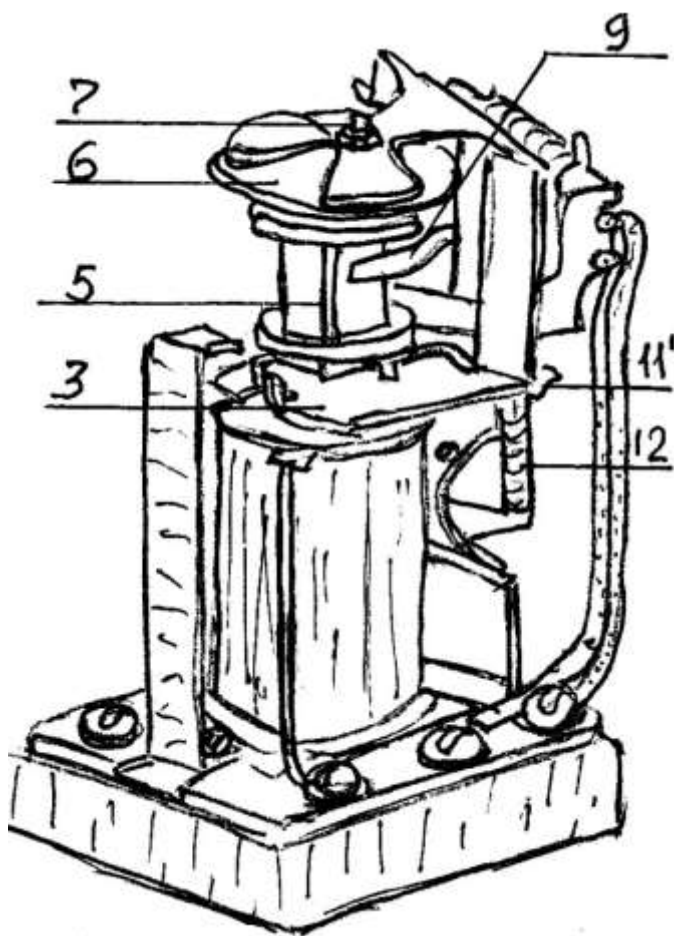

Рис.2
1. Для обеспечения свободного и четкого выпадения флажок (6) (Рис.2) с контактными мостиками (5) должен свободно вращается (без заметного трения). Люфт вдоль оси вращения должен быть порядка 0,2 – 0,5 мм (на глаз). Регулировка люфта производится передним подшипником (7) с последующим фиксированием его положения контргайкой.
2. Якорь (3) должен упираться в отогнутую часть скобы (11), при этом зацепление между зубом скобы (4) и выступ якоря должно быть порядка 1-1,5 мм. Регулировка производится путём подгибания (или отгибания) упоров скобы (11).
4. Для обеспечения надежной работы неподвижные контакты (9) должны отгибаться под действием подвижных мостиков (5) на величину порядка 1-2 мм. Регулировка производится подгибанием пластин неподвижных контактов (9).
5. Для получения двух размыкающих или одного размыкающего и одного замыкающего контактов необходимо освободить контргайку, вывернуть из скобы передний подшипник (7) и вынуть флажок (6) с контактными мостиками (5). Вывернуть ось флажка, несколько раздвинуть торцевые части изоляционного барабанчика и переставить контактные мостики(5) в соответствующие гнезда барабанчика. Сборка реле производится а обратной последовательности.